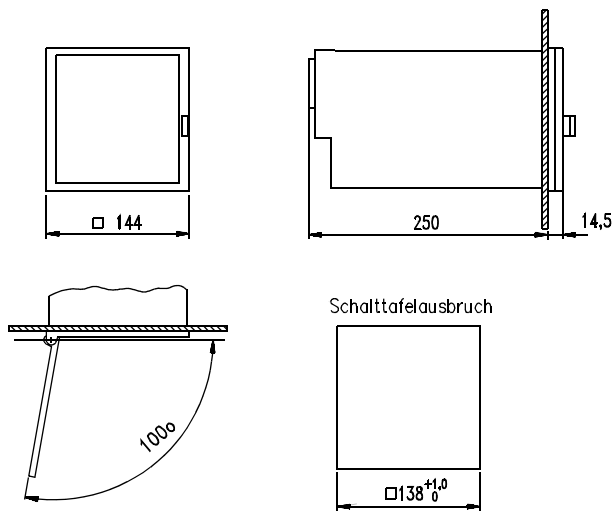
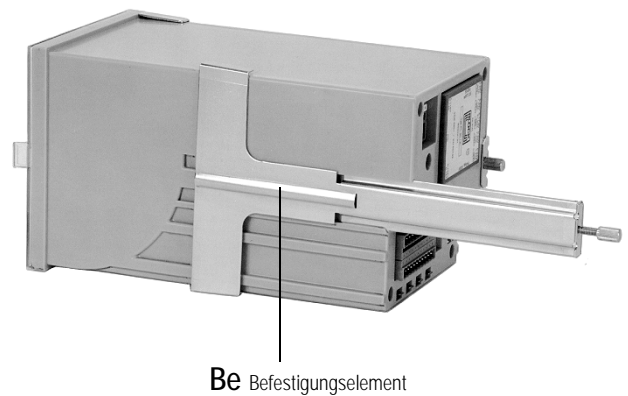

Bild 2 Maßbild LINAX 4000L (Maße in mm)
Bild 3 Befestigungselemente einsetzen
1.3 Montieren (siehe Bild 2 und Bild 3)
2. Befestigungselemente **Be** seitlich am Gehäuse in die Führungsnuten einschieben (siehe Bild 3).